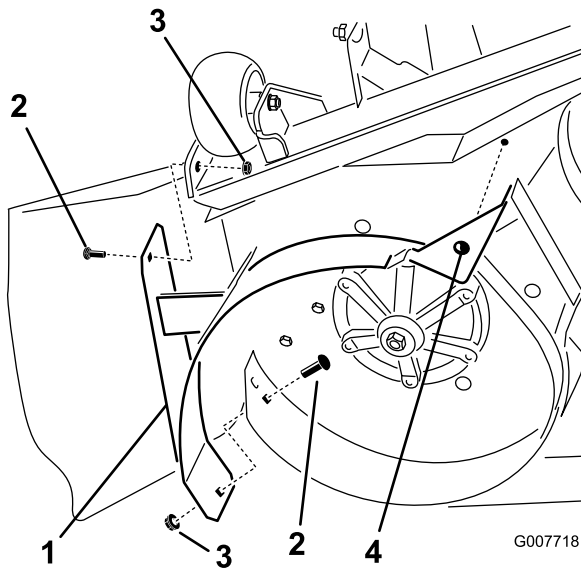

Bild 21
1. Entfernen Sie die drei Sicherungsmuttern, mit denen das rechte Mulchablenkblech am Mähwerk befestigt ist (Bild 21). Zwei befinden sich an der Unterseite des Mähwerks an der Auswurföffnung und die dritte befindet sich an der Oberseite des Mähwerks.